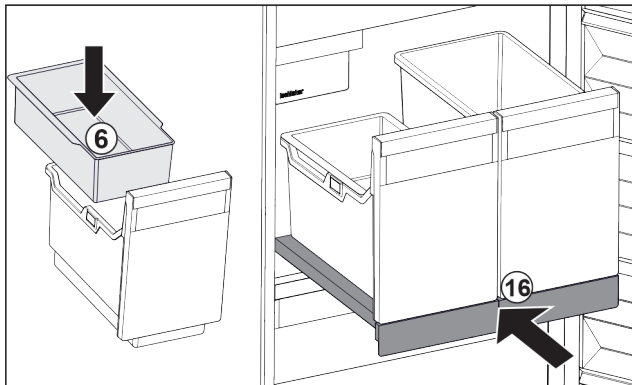

Fig. 130
- ▶ Umetnite ovjesnu posudu Fig. 130 (6) za kockice leda.
- ▶ Gurnite izvlačnu ploču sa spremnikom (IceTower) Fig. 130 (16)